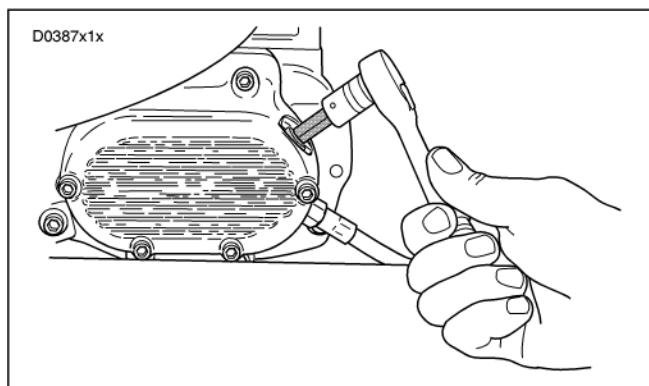

Figura 51. Controllo/rabbocco olio del cambio
1. Vedere la Figura 51. Togliere il tappo filettato di controllo/rabbocco.